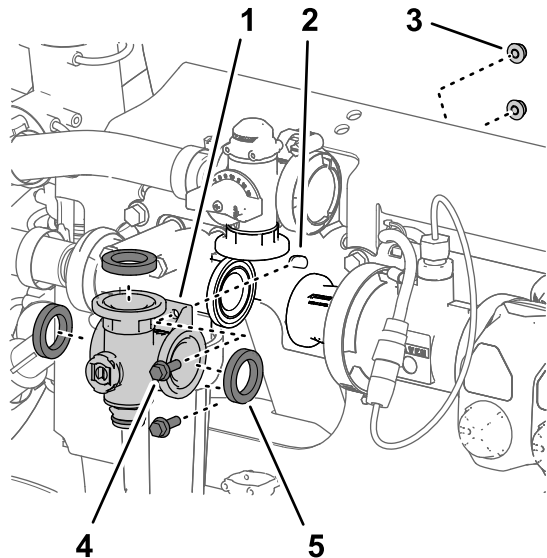

图 124
- 松开将搅拌阀歧管固定至阀支架的 2 个凸缘头螺栓  $\frac{1}{4} \times \frac{3}{4}$  英寸和 2 个凸缘锁紧螺母  $\frac{1}{4}$  英寸 图 124。
- 从机器上卸下搅拌阀歧管和垫片 图 124。